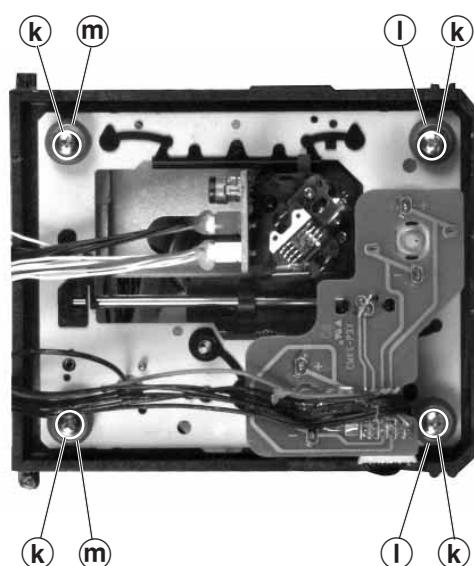

Fig. 12
- 4 Schrauben ⑭ herausdrehen (Fig. 12).
- Achten Sie dabei auf die Puffer ⑮ (rot) und ⑯ (blau) Fig. 12. Diese Puffer haben einen unterschiedlichen Auflagedruck (rot = stärker, blau = schwächer).
- Undo 4 screws ⑭ (Fig. 12).
- Take care of the buffers ⑮ (red) and ⑯ (blue) Fig. 12. The buffer pressure is different (red = stronger, blue = weaker).